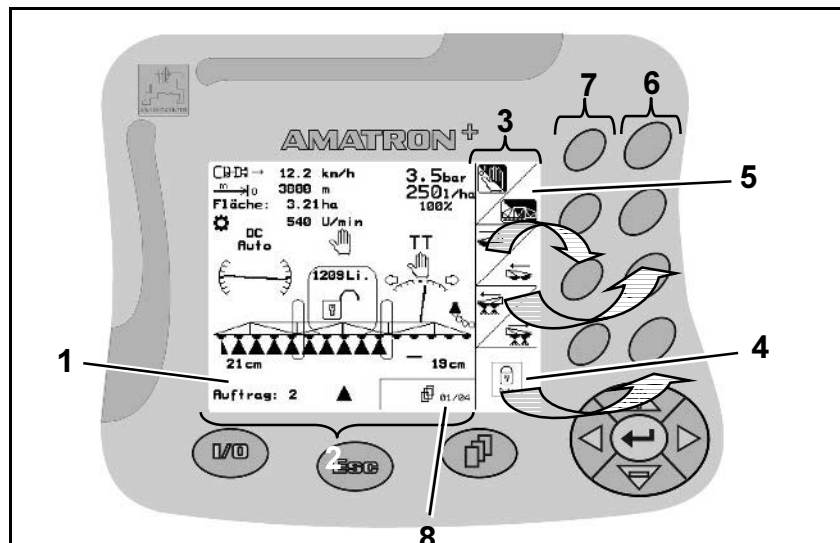

Fig. 5
- Fig. 5/...
- Display. Das Display besteht aus dem Arbeits-Display (2) und den Funktionsfeldern (3).
- Die Funktionsfelder bestehen entweder aus einem Quadratfeld (4) oder einem diagonal getrennten Quadratfeld (5).